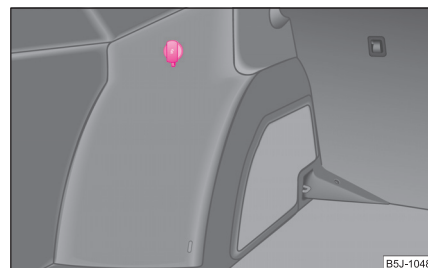

Abb. 92 Gepäckraum: Steckdose
- Öffnen Sie die Steckdosenabdeckung ⇒ Abb. 92.